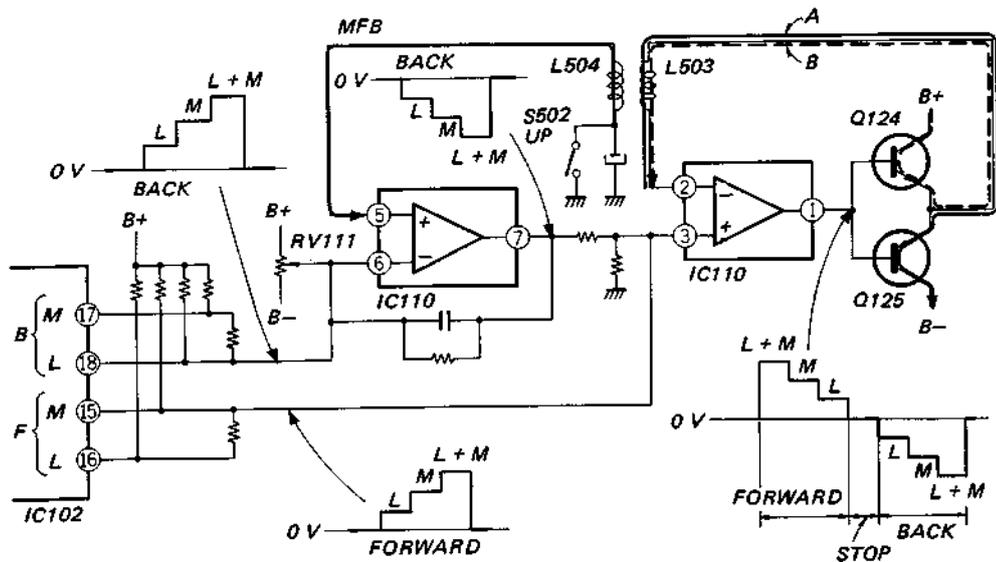

Fig. 3
**3. Tonearm Swiveling Circuit (see Fig. 3):**